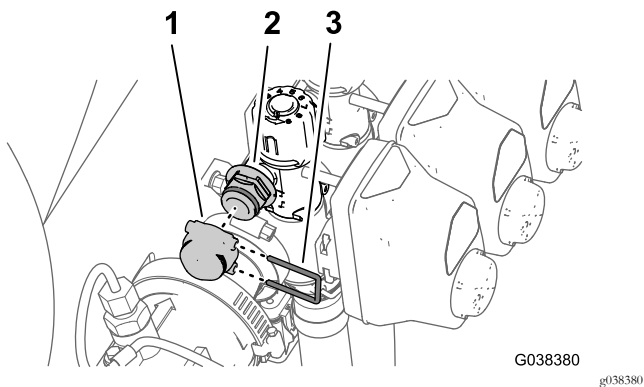

图86
- 使用在步骤 1 中卸下的卡环将盖子安装到快速连接接头上图86。